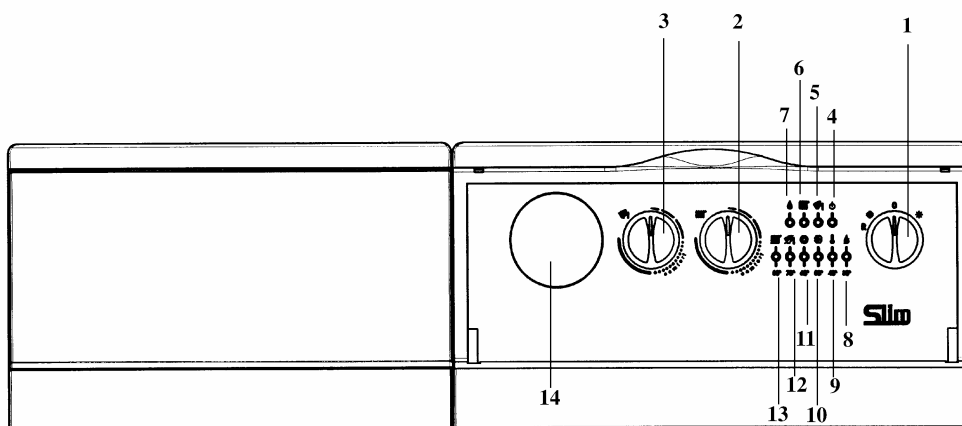

Рис. 1: Панель управления котла
- установить переключатель режимов «лето - зима» (рис. 1, позиция 1) в нужный режим;
- установить регулятор температуры воды в системе отопления (рис.1, позиция 2) на нужное значение;
- установить регулятор температуры воды в бойлере (рис.1, позиция 3) на нужное значение;
Режим работы в системе ГВС может быть исключен путем установки регулятора температуры воды в бойлере (рис.1, позиция 3) на минимальное значение, необходимое для защиты бойлера от замерзания.
Режим работы в системе ГВС можно исключить, установив ручку (рис.1, позиция 3) в положение минимума, что соответствует работе бойлера в режиме "антизаморозки".
Важная информация: при переключателе режимов «лето - зима» (рис. 1, позиция 1), установленном в положении
- установить переключатель режимов лето-зима (рис.1, позиция 1), в положение "лето";
- установить регулятор температуры воды в бойлере (рис.1, позиция 3) на нужное значение.
Внимание! При первом включении внутри трубы подачи газа могут образоваться воздушные пробки. В таких случаях горелка не будет включаться и произойдет блокировка котла по газу (загорается красная лампочка блокировки котла - рис. 1, позиция 8). При возникновении данной проблемы повторите процесс включения котла до поступления газа в горелку, кратковременно установив перед включением переключатель режимов (рис. 1, позиция 1) в положение R (сброс).
Данное устройство может быть снабжено комнатным термостатом для контроля температуры отапливаемого помещения. В этом случае регулятор температуры воды в системе отопления (рис.1, поз. 2) устанавливается в максимальное положение, а сигналы на включение и выключение котла поступают от комнатного термостата.
При отсутствии комнатного термостата температура помещения регулируется косвенным образом при помощи регулятора температуры воды в системе отопления (рис.1, поз. 2); при таких условиях насос системы отопления работает постоянно. Для увеличения температуры повернуть регулятор по часовой стрелке, для уменьшения - против часовой стрелки.
- Установить переключатель режимов (рис. 1, поз. 1) в положение «лето» ☀. В этом случае котел будет работать только на контур ГВС.
- Установить переключатель режимов (рис. 1, поз. 1) в положение (0), проследив, чтобы лампочка-индикатор (рис. 1, позиция 2) погасла; таким образом прекращается подача электричества на котел.
Регулятор температуры воды в бойлере (рис. 1, поз. 3) может использоваться только при наличии накопительного бойлера. В этом случае возможно отрегулировать температуру воды контура ГВС, установив регулятор на нужное значение.
Приоритет ГВС можно отключить установив регулятор (рис. 1, поз. 3) на минимальное значение в соответствии с функцией защиты от замерзания воды в бойлере.
- переключатель режимов (рис.1, позиция 1) не установлен в положение (0);
Если Вы не хотите нагревать воду в бойлере, переведите регулятор температуры горячей воды (рис.1, позиция 3) на минимальное значение (0); электронная система управления проследит за тем, чтобы температура не опускалась ниже 5°C.